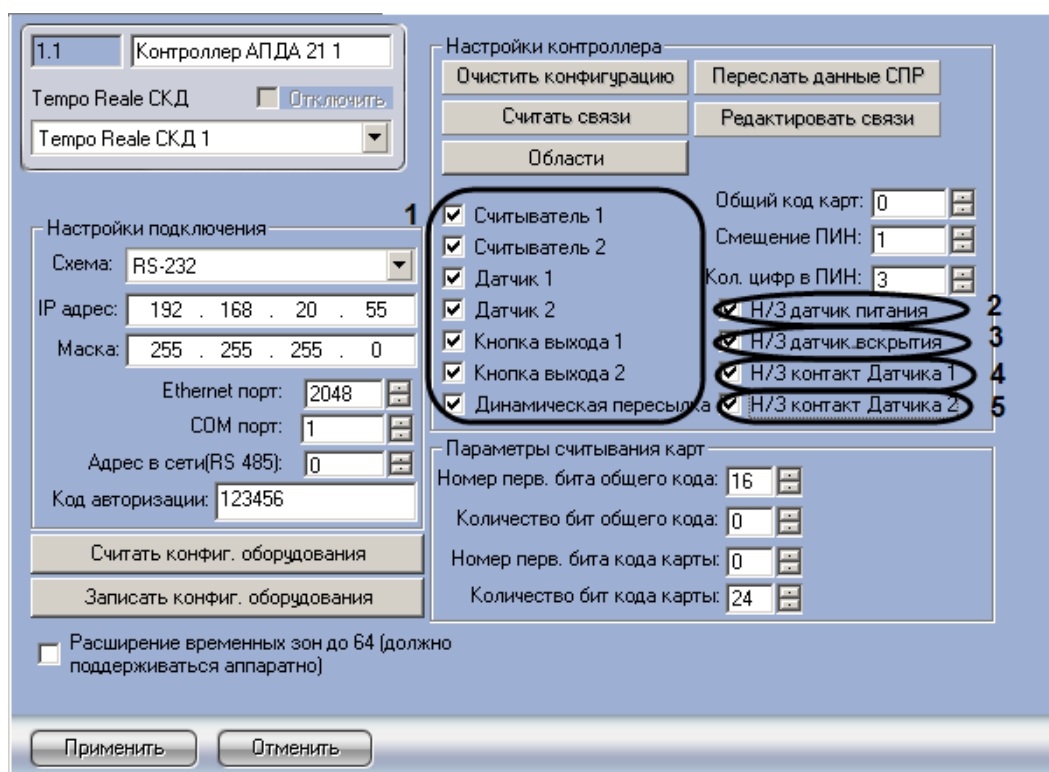

Рис. 3.3—5 Общая настройка дополнительных датчиков, подключенных к контроллеру АПДА.21
1. Перейти на панель настройки объекта **Контроллер АПДА 21** (Рис. 3.3—5)
2. Для работы требуемых считывателей, датчиков, кнопок выхода установить соответствующие флажки (см. Рис. 3.3—5, 1).
3. Установить флажок **Н/З датчик питания** в случае, если датчик питания нормально замкнут (см. Рис. 3.3—5, 2).